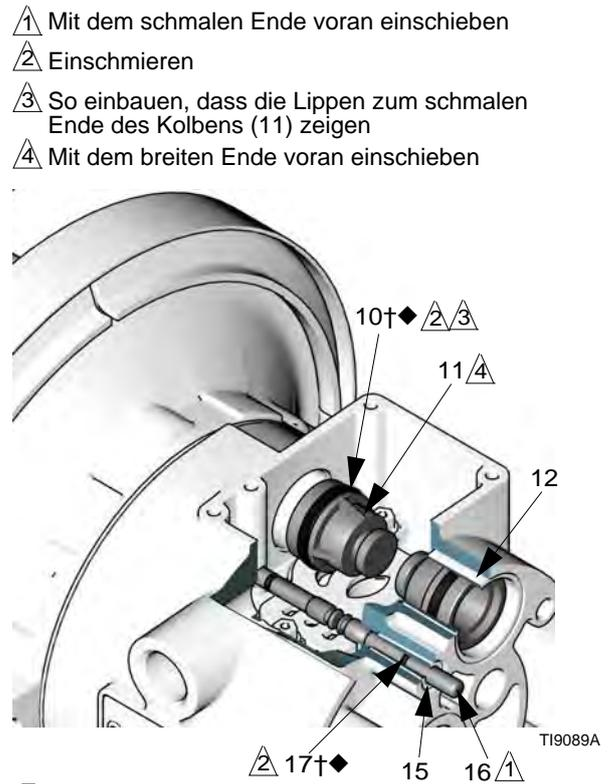

FIG. 7
4. Die beiden Stellmotorkolben (11) aus den Lagern (12) ziehen. Die Rillendichtungen (10) von den Kolben abziehen. Die Führungsstifte (16) aus den Lagern (15) ziehen. Die O-Ringe (17) von den Führungsstiften abziehen. Siehe FIG. 7.
6. Die Lager (12, 15) im eingebauten Zustand überprüfen. Siehe FIG. 7. Die Lager sind konisch, und wenn sie schadhaft sind, so müssen sie von außen ausgebaut werden. Dies erfordert den Ausbau der materialbenetzten Teile. Siehe Seite 26.
4. An jedem Führungsstift (16) einen O-Ring (17†◆) einbauen. Die Stifte und O-Ringe fetten. Die Stifte mit dem **schmalen** Ende voran in die Lager (15) einschieben. Siehe FIG. 7.
5. An jedem Stellmotorkolben (11) eine Packung (10†◆) einbauen, so dass die Lippen der Rillendichtungen zum **schmalen** Ende der Kolben weisen. Siehe FIG. 7.
6. Die Rillendichtungen (10†◆) und Stellmotorkolben (11) fetten. Die Stellmotorkolben mit dem **dicken** Ende voran in die Lager (12) einschieben. Das schmale Ende des Kolbens frei lassen. Siehe FIG. 7.